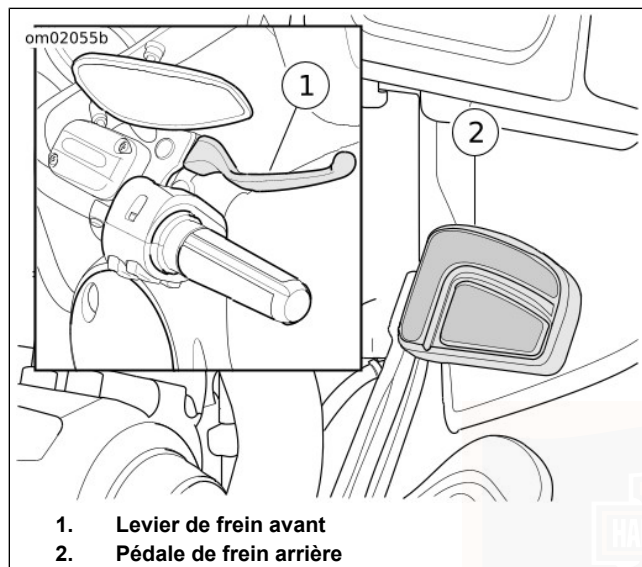

Figure 24. Commandes de freinage
Voir Figure 24. Le levier de guidon de frein avant (1) commande le frein de la roue avant. Le levier se situe sur la droite du guidon. Actionner le levier de guidon avec les doigts de la main droite.
Voir Figure 24. La pédale de frein arrière (2) commande le frein de la roue arrière. La pédale se situe sur la droite du guidon. Actionner la pédale de frein arrière avec le pied droit.